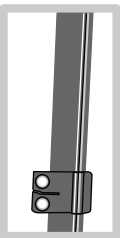

Figura 6
3. Posizionare i rail collar sulle estremità dei rail. Non stringerli ancora. Se la vostra bici ha dei rail collar, è il momento di assicurarsi che siano montati sui rail delle gambe più arretrate (Figura 6).